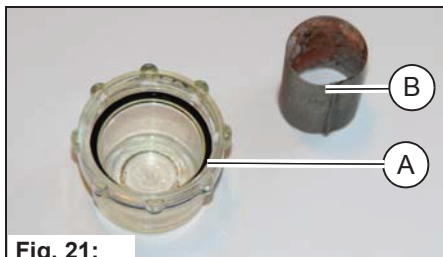

Fig. 21:
Contrôler une fois par semaine le tamis de filtre **Fig. 21-B** du filtre à eau fraîche **Fig. 19-24** et le nettoyer ou le remplacer si nécessaire.
2. Dévisser et retirer le couvercle du filtre **Fig. 21-A**.
3. Extraire le tamis de filtre **Fig. 21-B** du boîtier du filtre et le nettoyer sous l'eau courante. Remplacer le tamis de filtre si nécessaire.